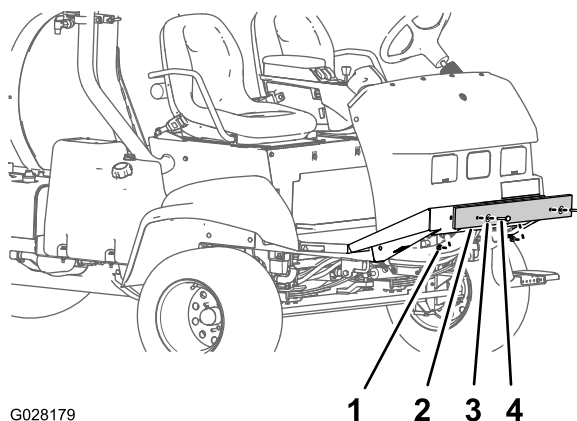

Рисунок 6
1. Снимите болты, шайбы и гайки, которые крепят транспортировочный бампер к передней пластине шасси (Рисунок 6).
2. Снимите транспортировочный бампер с машины (Рисунок 6).